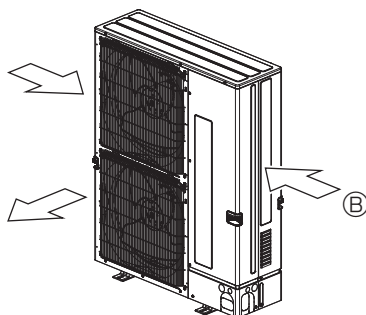

Fig. 2-6
- 3 Posicione a unidade de forma a que o ar seja libertado perpendicularmente à direcção do vento, se possível. (Fig. 2-6)